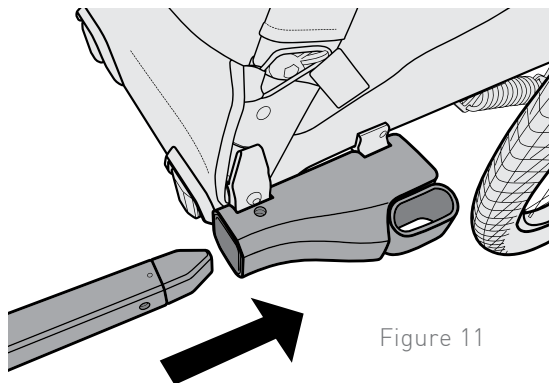

Figure 11
1. Faites glisser la barre de remorquage dans le récepteur rapide jusqu'à ce que la tige de retenue principale s'engage dans la barre de remorquage (Figure 11).